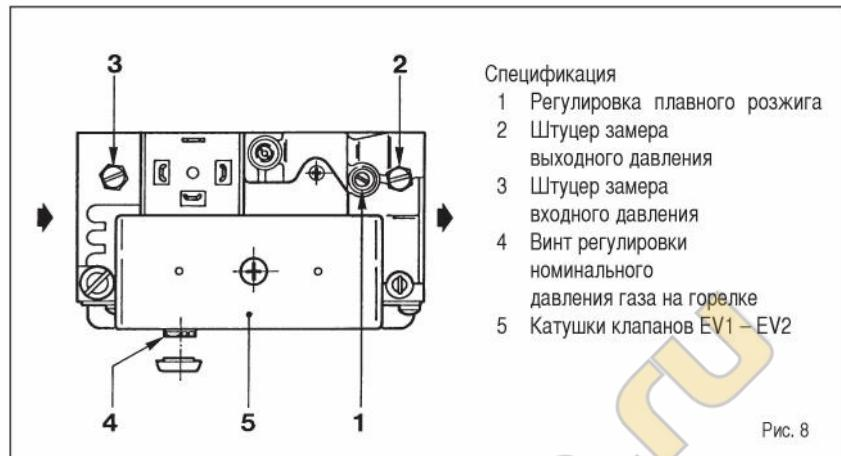
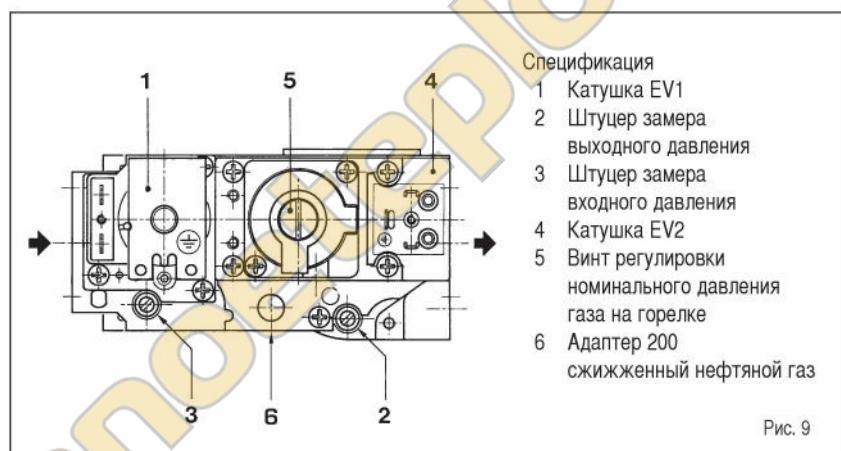

Рис. 8
Рис. 9
Котлы "ARES 22-30 R" в базовом варианте оснащены газовым клапаном SIT 830 TANDEM (рис. 8).
Котлы "ARES 40-50-60 R" в базовом варианте оснащены газовым клапаном HONEYWELL VR4605C (рис. 9).
- Удалите колпачок, установленный на регуляторе давления, и завинтите до упора винт регулирования (4 рис. 8 или 5 рис. 9).
- На клапане HONEYWELL VR4605C установите адаптер (6 рис. 9).